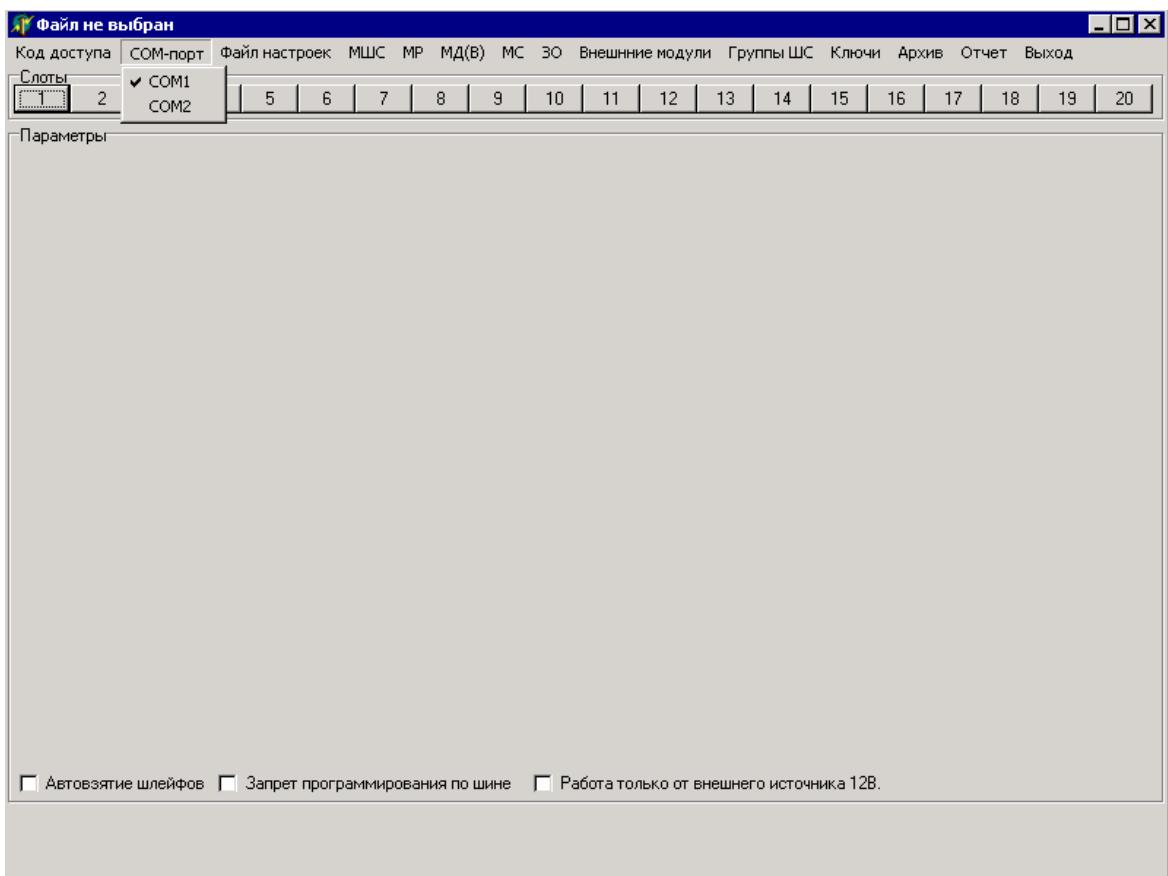

Рис. 3
2.1.2.3 С помощью команды главного меню «СОМ-порт \ СОМ...» необходимо установить, отметив в выпадающем списке значком « \checkmark », номер СОМ-порта ПЭВМ, к которому был подключен МВ. При первом запуске программы по умолчанию в качестве СОМ-порта ПЭВМ, к которому подключен МВ, устанавливается СОМ1 (рисунок 3). Изменение этого параметра сохраняется на жестком диске ПЭВМ в рабочей директории программы.